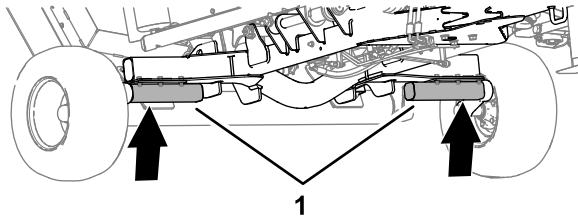

Figure 45
1. Soulevez la tondeuse au niveau des demi-essieux, comme illustré à la Figure 45.